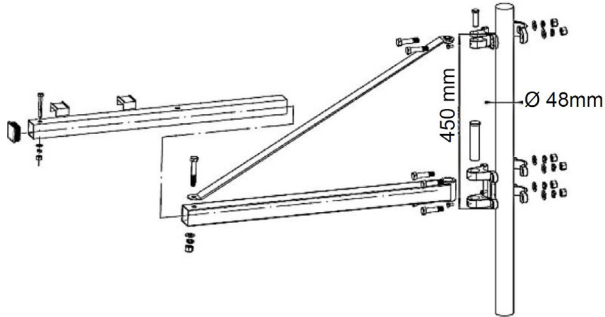

Abb. 6: Schwenkarm montieren
Schritt 2: Anschließend stecken Sie den Schwenkarm in das untere Element und verschrauben dieses mit der oberen Querstrebe entsprechend der Zeichnung in Abb. 6.